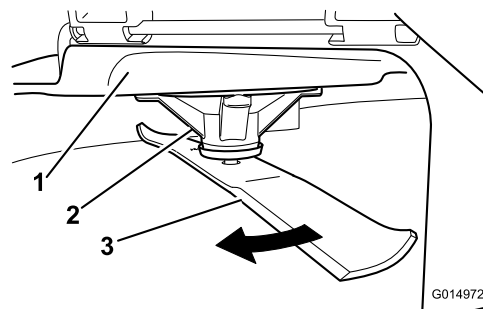

Figura 70
2. Llevando guantes fuertemente acolchados u otro tipo de protección apropiada para las manos, gire lentamente la cuchilla hasta una posición que permita medir la distancia entre el filo de corte y la superficie nivelada en la que descansa la máquina (Figura 70).